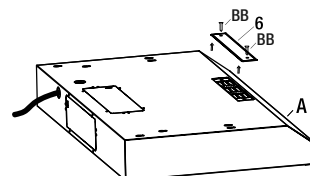

Fig. 12
- Si vous avez choisi une ventilation intérieure, dévisser les deux vis qui retiennent le couvercle (6) et enlever le couvercle comme sur la Fig.12. NE RETIRER AUCUN AUTRE COUVERCLE DE TROU DE VENTILATION.